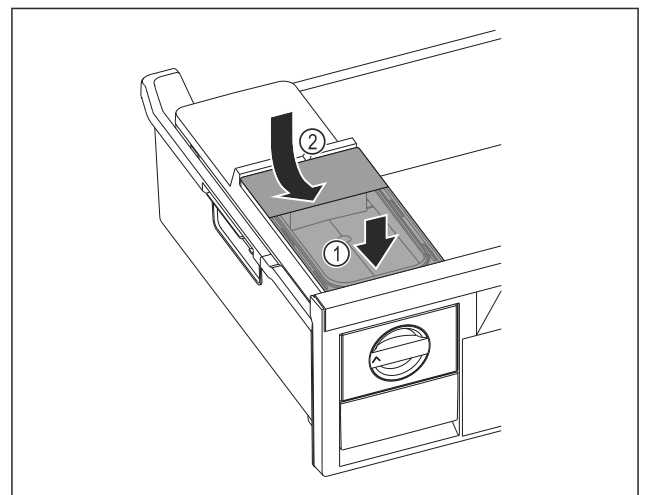

Fig. 127
- ▶ Поставете резервоара за вода отпред. Fig. 127 (1)
- ▶ Спуснете резервоара за вода отзад. *Fig. 127 (2)*